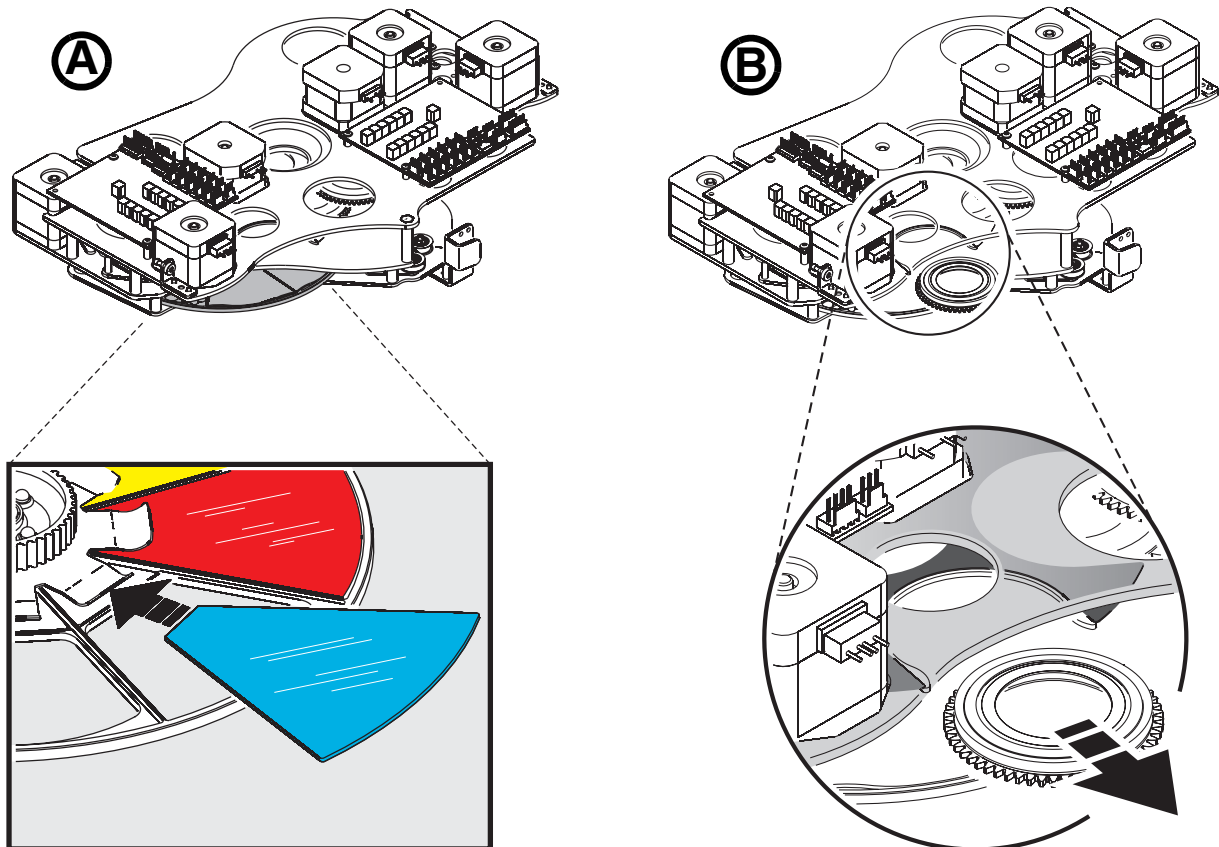

Bild 21: Austauschen von Farbfiltern und Gobos
4. Siehe Pfeil **A** in Bild 21 auf Seite 42. Drehen Sie das Farbrad, bis Sie den auszutauschenden Filter erreichen können. Heben Sie den Filter etwas vom Farbrad ab und ziehen Sie ihn aus seinem Halter. Wenn Sie den Filter mit Ihren Fingern nicht fassen können, schützen Sie den Filter mit Papier und entfernen ihn mit einer Spitzzange.
2. Siehe Pfeil **B** in Bild 21 auf Seite 43. Drehen Sie das Goborad, bis Sie das auszutauschende Gobo erreichen können.